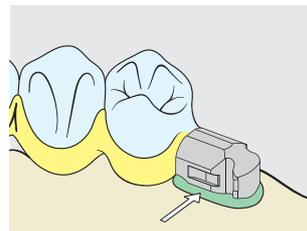

Fig. 6
**Nota:** per evitare di danneggiare la parte funzionale della femmina si consiglia di proteggerla montando l'asse di trasferimento del sistema (Art. nr. 07000042). Pulire le superfici interessate con la vaporiera ed evitare di toccarle con le dita. Prima di incollare la femmina proteggere la parte interna di quest'ultima applicando della vaselina per impedire l'eventuale infiltrazione del composito. Montare la femmina e scaricare i sottosquadri con della cera (Fig. 6). Applicare l'adesivo in uno strato sottile e privo di bolle d'aria su entrambe le superfici ed unirle. Per ulteriori informazioni consultare le istruzioni per l'uso dell'adesivo.
Per assicurare una maggiore ritenzione nella resina si consiglia di sabbare le superfici esterne con  $Al_2O_3$  di 50  $\mu m$  prima di procedere alla polimerizzazione (proteggere le parti funzionali con l'asse di trasferimento!). Pulire accuratamente la superficie sabbata ed evitare di toccarla con le dita. Prima dell'integrazione nella protesi proteggere la parte interna di quest'ultima applicando della vaselina per impedire l'eventuale infiltrazione della resina. Inserire la femmina e scaricare i sottosquadri con della cera (Fig. 6). Ultimare il lavoro in resina secondo le procedure abituali della tecnica dentale. La guaina di frizione usata durante la lavorazione deve essere sostituita con una guaina nuova.